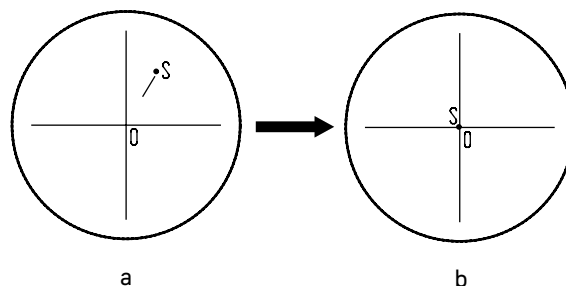

Рис. 15. Настройка канала визуализации
- Установите рукоятку переключения светового потока **4** в положение для наблюдения через окуляры и камеру. Наблюдая объект через окуляры, найдите отличительную точку в поле зрения (легко идентифицируемую цель, такую как точка **S** на рис. 15а), переместите объект на предметном столике так, чтобы данная точка находилась в центре поля зрения как показано на рис. 15б. Для этой процедуры вместо обычного препарата удобно использовать специальный калибровочный слайд с перекрестьем, а вместо обычного окуляра – окуляр с перекрестьем.